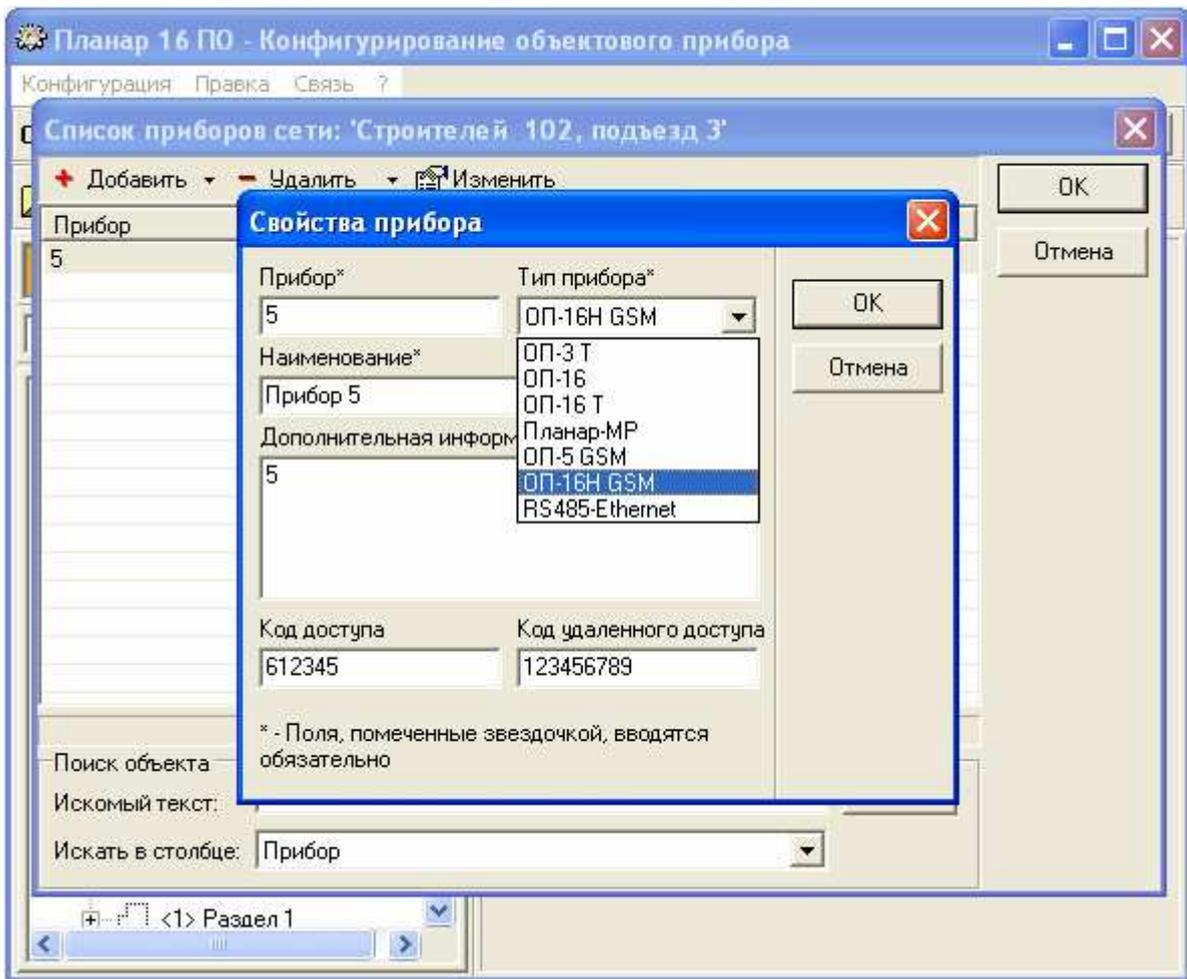

Рис. 12.6 Редактирование свойств прибора
12.2.2.3.10. Типовое окно программы конфигурирования объектового прибора, в режиме редактирования его свойств, показано на рис.12.6.